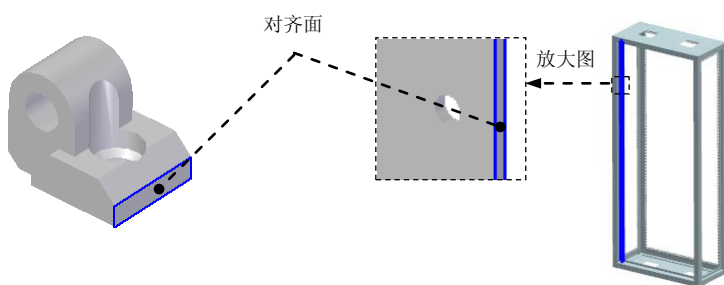

图 8.13.337 对齐面
(3) 单击“相关”区域中的命令，单击命令条中的按钮，选择浮动选项，选取图 8.13.337 所示的面为两个钣金件上要配合的面。